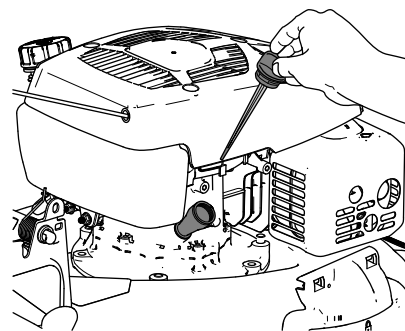

Figure 28
3. Tournez le bouchon dans le sens antihoraire et sortez la jauge (Figure 28).
4. Inclinez la machine sur le côté (filtre à air en haut) pour vidanger l'huile usagée par le tube de remplissage (Figure 28).